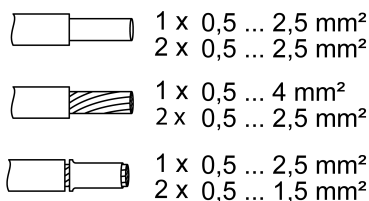

Bild 3: Klemmbare Leiterquerschnitte
- Anschluss laut Anschlussplan vornehmen. Dabei den klemmbaren Leiterquerschnitt beachten (Bild 3)